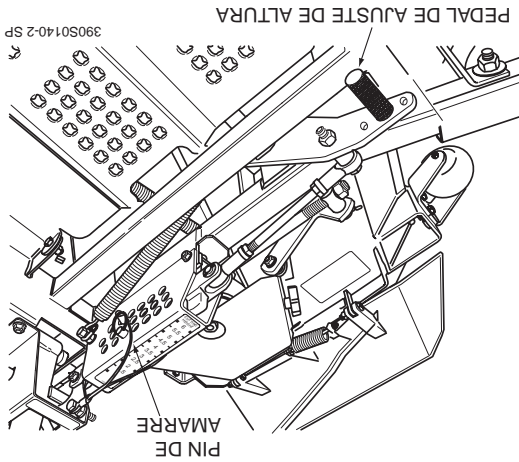

Figura 4-5. Ajuste de la altura de corte
hasta que se asegure en su lugar. Vea la Figura 4-5.
- Inserte el pin de amarre en el indicador de la altura de corte en la altura de corte deseada. Empuje hacia adelante la palanca de pie de la elevación de plataforma, manténgala en posición y tire de la palanca de liberación de plataforma. Vea la Figura 4-6. Libere lentamente el pedal. Hay una calcomanía de la altura de plataforma ubicada en el indicador de altura como una ayuda para ajustar la plataforma a la altura deseada. Vea la Figura 4-5.